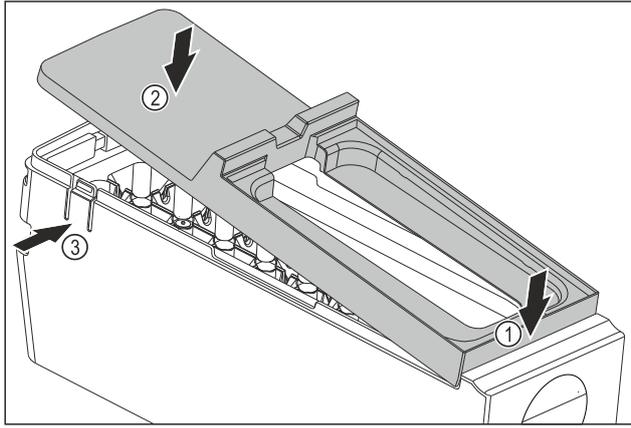

Fig. 99
- ▶ 安装 EasyTwist-Ice 机身的盖板：放置盖板前部。 Fig. 99 (1)
- ▶ 降下盖板后部。 Fig. 99 (2)
- ▷ 盖板卡入到两个接口 Fig. 99 (3)中，可以听见声音。